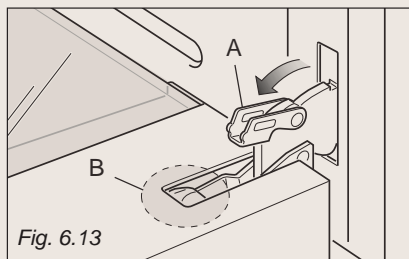
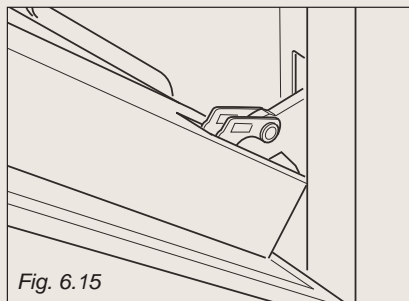

Fig. 6.13
Fig. 6.15
- * Ouvrez complètement le levier "A" sur les charnières de gauche et de droite (fig. 6.13).
- * Refermez doucement la porte (fig. 6.15) jusqu'à ce que les leviers "A" des charnières gauche et droite s'accrochent sur la partie "B" de la porte (figs. 6.13).